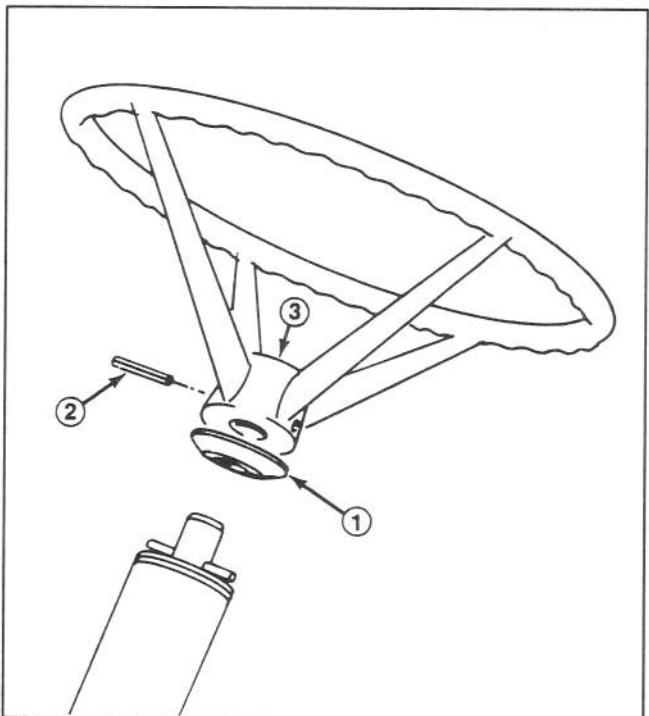

Figure 2
1. Glisser l'entretoise sur l'arbre du volant jusqu'à ce que la rainure s'ajuste sur la goupille cylindrique de l'arbre (Fig. 2).
**Remarque:** Le conducteur devrait pouvoir lire l'emblème du volant (Fig. 2) lorsqu'il est assis et que les roues sont droites.